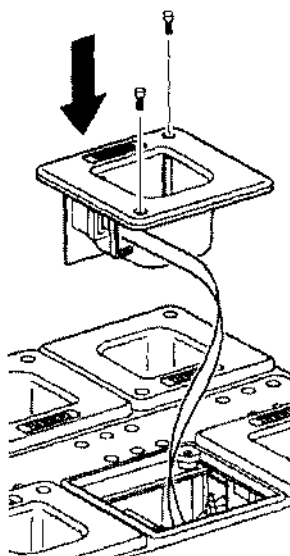

Figura 3
2. Coloque el módulo de carga en el hueco, orientado de forma que la barra de luces indicadoras del módulo quede junto a las luces indicadoras del cargador (véase la figura 3).